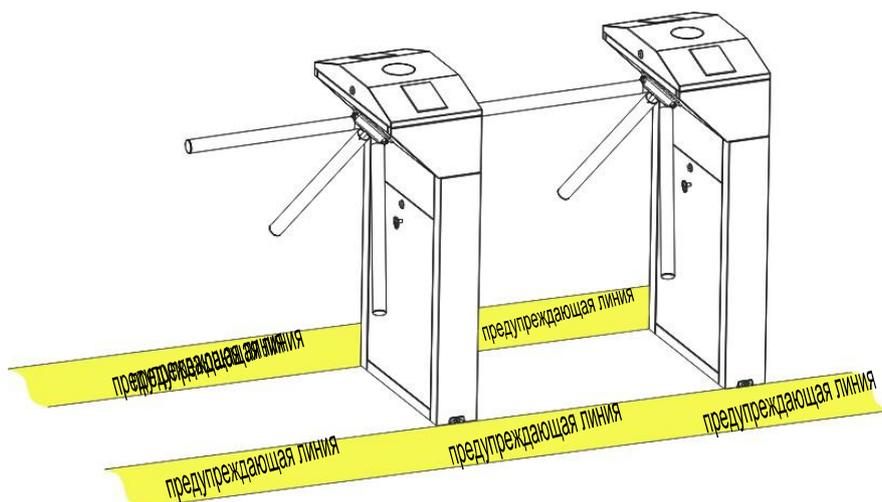

Рис. 3-2
3. Нанесите на поверхность пола предупреждающую линию (см. рис. 3-2). Такая линия поможет пользователям понимать необходимое расстояние доступа к турникету для считывания карты, а также уберегает от неправильной эксплуатации пользователями.